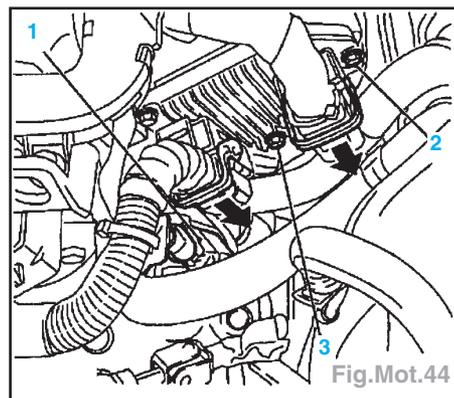

Fig.Mot.44
- Déposer la fiche (1), la vis (3) du câble de masse et le calculateur en déposant les 2 vis et en desserrant la vis Sup. (2) (Fig.Mot.44).